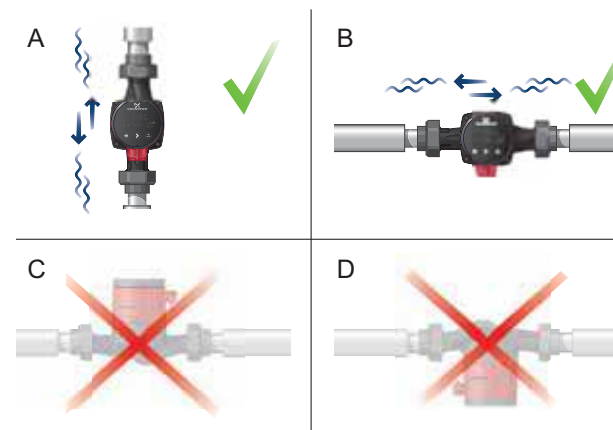

Abb. 4 Zulässige Klemmenkastenstellungen
- Richtig eingebaute Pumpe in einer vertikal verlaufenden Rohrleitung siehe Abb. 4, Pos. A.
- Richtig eingebaute Pumpe in einer horizontal verlaufenden Rohrleitung siehe Abb. 4, Pos. B.
- Die Pumpe niemals so einzubauen, dass sich die Motorwelle in vertikaler Position befindet. Siehe Abb. 4, Pos. C und D.